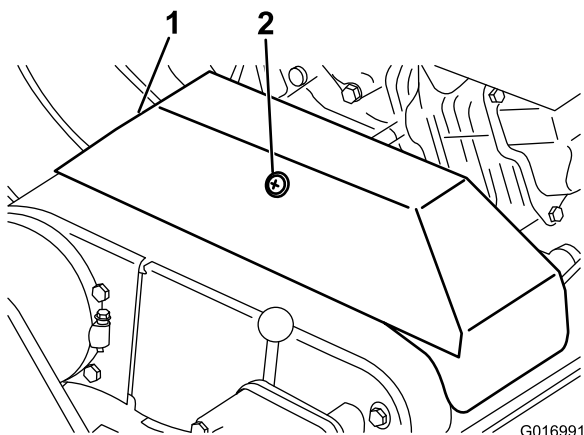

図 33
3. Vベルトカバーを固定しているリテーナをゆるめて、カバーを開ける 図 33。